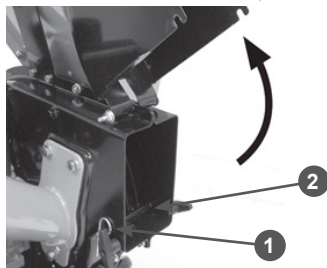

Рис. 18 Разблокировка решетки разгрузочной трубы
- Открутите на 1-2 оборота барашковые гайки крепления дефлектора и поднимите дефлектор вверх (Рис. 18).
4. Снимите шплинт 1 со штифта 2, который проходит через решетку и корпус разгрузочной трубы (Рис. 18).
5. Извлеките штифт 2 (Рис. 18).
3. Поднимите вверх дефлектор разгрузочной трубы (Рис. 18).